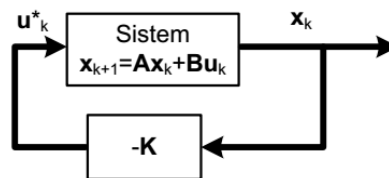
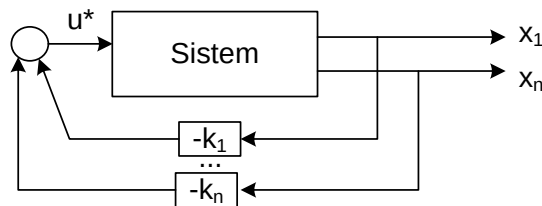

Figura 3. SCHEMA BLOC DE STABILIZARE A SISTEMULUI
Figura 4. SCHEMA BLOC A SISTEMULUI ÎNCHIS (CU REFERINȚĂ 0 ȘI CONDIȚII INIȚIALE)
Schema bloc generală este prezentată în Figura 3.
Schema bloc de stabilizare a sistemului, cu referință 0, condiții inițiale nenule și o singură variabilă de comandă este prezentată în Figura 4.
- e) Simulați evoluția sistemului cu reacție de la stare (Figura 3 sau Figura 4) din condițiile inițiale alese și cu regulatorul $\mathbf{K}$ calculat anterior. Reprezentați grafic evoluția stărilor și a comenzii. Simularea poate fi realizată într-una din următoarele variante: